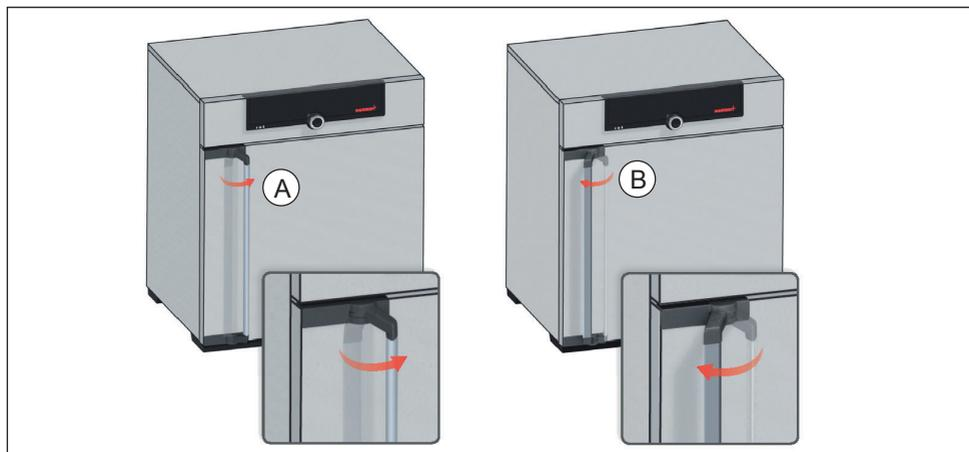

Fig. 12 Aprire e chiudere la porta
- ▶ Per aprire la porta tirare la maniglia lateralmente (a seconda del modello verso destra o verso sinistra, Fig. 12, A) e aprire completamente la porta.
- ▶ Per chiudere la porta, spingerla e ruotare la maniglia lateralmente (B).